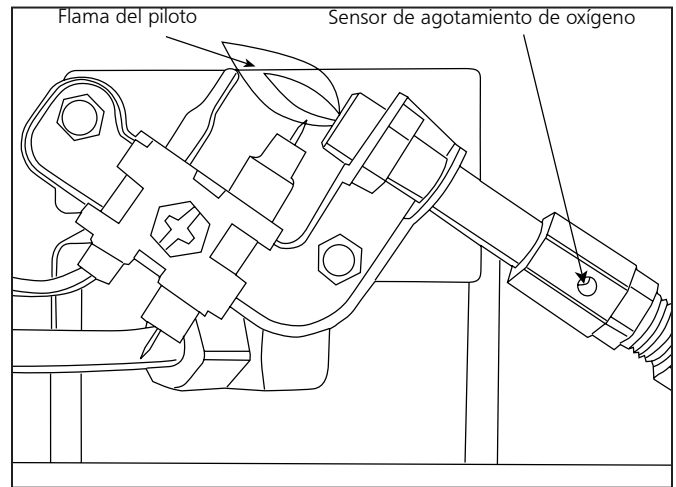

Figura 3
termocupla. La llama rodeará la termocupla justo debajo de la punta, ver Figura 3. Una llama levemente amarilla puede ocurrir cuando la llama del piloto y la llama del quemador principal se encuentran. El o los quemadores deberían ser anaranjados brillantes (con un leve color azul alrededor del borde y una bruma roja-anaranjada visible en el azulejo de cerámica es aceptable) y sin una llama muy notable. Una llama azul sobresale de la parte superior del azulejo de cerámica indica la acumulación de polvo, pelusas o telarañas dentro del ensamble de la carcasa y del quemador principal. Si el piloto es amarillo o el quemador tiene una llama notable, es posible que sea necesaria una limpieza. Utilice los siguientes procedimientos para inspeccionar el ensamble de la carcasa y del quemador principal. Es necesario revisar periódicamente el orificio del o los quemadores y el tubo venturi del quemador para asegurarse de que están libres de insectos, nidos o telarañas que pueden acumularse con el tiempo. Un tubo obstruido puede generar un incendio.
- 4 Retire los cuatro (4) tornillos que fijan la cubierta posterior del calentador. Levante levemente para retirar los (2) ganchos plásticos en la parte superior de la cubierta posterior.
- 6 Retire los tres (3) tornillos que fijan la parte inferior de la campana extractora para dejar expuestas las aberturas de aire de los quemadores.
- 9 Inspeccione y limpie el piloto (montado en el soporte) con una aspiradora o con aire a presión a través de los orificios en el piloto, los cuales se indican con flechas en la Figura 3.
- Reinstale la parte inferior de la campana extractora con los (3) tornillos.
- Deslice la cubierta posterior sobre los (2) ganchos plásticos en la parte superior del calentador. Asegúrese de alinear la cubierta trasera con las cubiertas plásticas laterales. Instale los (4) tornillos para mantenerla en su lugar.